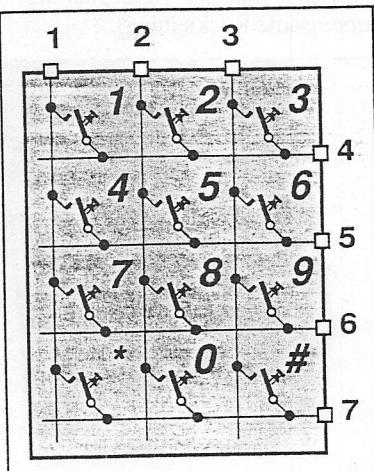

Bild 5: Elektrische Anordnung der Tastatur mit Spalten- und Zeilendrähten.
■ Die Beschaltung R2/C2 bestimmt die Frequenz des internen Oszillators, der typischerweise auf 400 kHz schwingt. So ein Systemtakt ist allein schon deshalb erforderlich, weil die Tastaturanschlüsse nacheinander aktiviert und abgefragt werden müssen. Schließlich muß das IC wissen, welche Taste aus dem 12er-Feld gerade gedrückt ist (Bild 5). Bei Mehrfach-Kontakt „gewinnt“ diejenige Taste, die zuerst bedient wird; verwirren läßt sich das IC dadurch nicht.